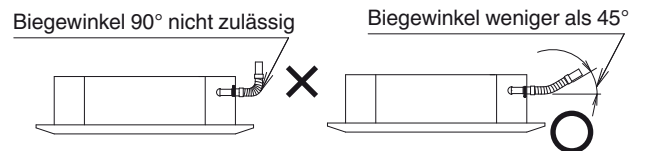

Abb. 3-9
(3) Einschränkungen für die Ablaufschlauchverbindung
- Den mitgelieferten Ablaufschlauch nicht um 90° oder mehr biegen. Den Schlauch weniger als 45° biegen. (Abb. 3-9)